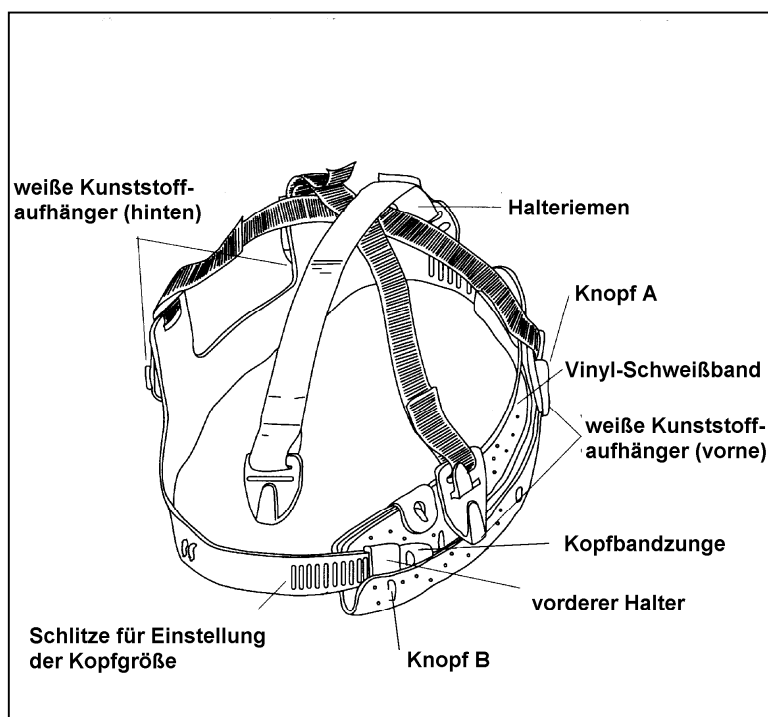

Bild 2: Kopfhaltung
(1) Cape entfernen.	<ul style="list-style-type: none"> – Klettverschluss am Cape öffnen. – Cape-Ende bis zur Aussparung schieben. – Ein Ende herausziehen und aus dem Capehalter schieben, bis es demontiert ist (siehe 8.4).
(2) Kopfhaltung demontieren.	Die 4 weißen Kunststoffaufhänger aus den keilförmigen Führungen der Innenschale nach außen drücken.
(3) Vinyl-Schweißband lösen.	Knöpfe A + B in Bild 2.
(4) Kopfhaltung einstellen.	<ul style="list-style-type: none"> – Einstellbar für Kopfgrößen von 6,5 bis 8 (markiert an den Schlitz des Kopfbandes). – Die Kopfbandzunge durch den vorderen Halter schieben bis gewünschter Sitz erreicht. – Gleichmäßiges Justieren auf beiden Seiten. – Drücken der ausgewählten Schlitz auf die Zapfen des vorderen Bandes.
(5) Vinyl-Schweißband wieder befestigen.	Knöpfe A + B in Bild 2.
(8) Kopfhalterung montieren.	Einschieben der 4 weißen Kunststoffaufhänger (siehe (2)).
(9) Cape wieder befestigen.	Umgekehrte Reihenfolge wie (1).
(3) Neue Innenscheibe einsetzen.	<ul style="list-style-type: none"> – Dichtung reinigen und eine neue Innenscheibe einsetzen. – Neue Dichtung mit der neuen Scheibe von außen auf die Öffnung setzen. – Die Dichtung mit der Innenscheibe auf den Flansch aufsetzen, und eine Haltenut über den dazugehörigen Haltezapfen schieben. (siehe Bild 2). – Durch Arbeiten von außen und von innen die restlichen Haltenuten über die Haltezapfen schieben.
| (2) Die Laschen der beiden oberen Verschleißscheiben nach oben, die Lasche der untersten Verschleißscheibe nach unten knicken (siehe Bild 2). |
Vorgehensweise wie in 7.2 beschrieben (siehe auch Bild 2).